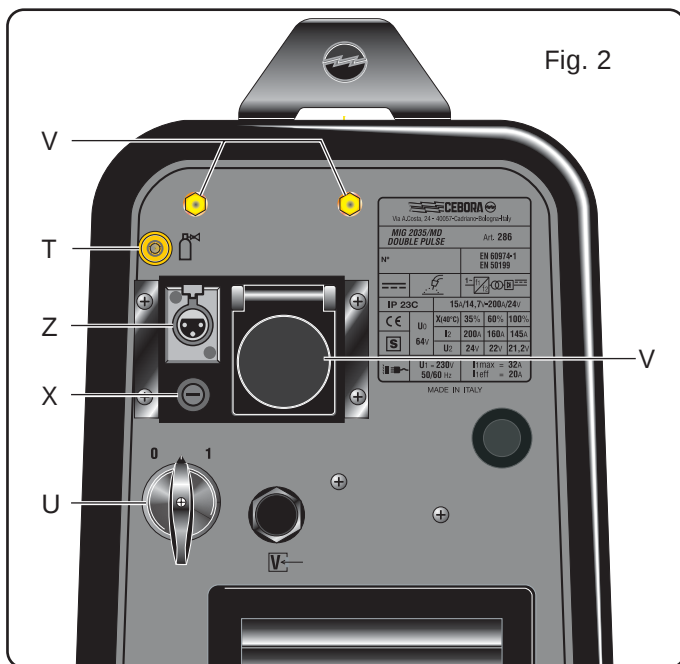

Fig. 2
3.3 COMANDOS NO PAINEL POSTERIOR (Fig.2)**T-Ligação de alimentação de gás.****U-Interruptor.**